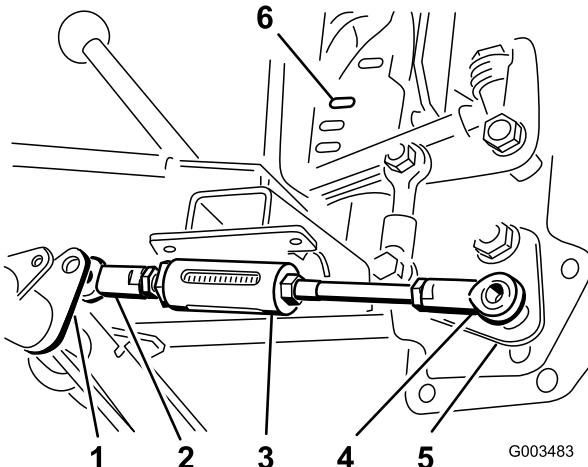

Bild 7
1. Positionieren Sie das Kugelgelenk am kurzen Ende der verstellbaren Stange rechts vom verstellbaren Stangenhebel am Schwenkrohr (Bild 7).
- Setzen Sie das Kugelgelenk am langen Ende der verstellbaren Stange auf den Bolzen unten am Hubgriff und befestigen Sie es lose mit einer Sicherungsmutter (1/2") (Bild 7).